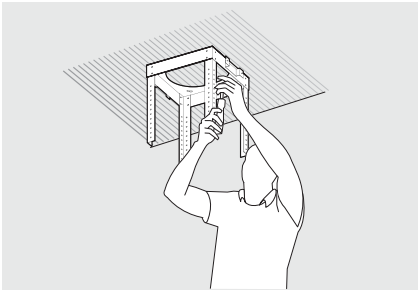

Figura 4.
3. Asegure el soporte de fijación de la campana extractora al techo usando 4 tornillos de 5X45 mm. (Ver Figura 4).